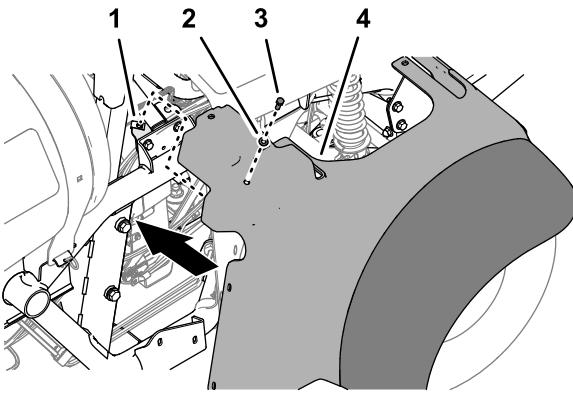

Figura 100
3. Alinee el guardabarros delantero derecho con la máquina como se muestra en la Figura 100, y alinee los orificios del guardabarros con los del bastidor.
4. Sujete el guardabarros delantero derecho a la tuerca rápida del soporte del travesaño (Figura 100) con el tornillo (5/16" x 1") y la arandela (5/16").